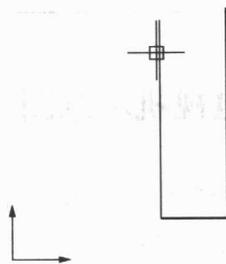

图 2-5 绘制水平线
(4) 由键盘输入 480 并按 Enter 键，绘制长度为 480 的垂直线。向左移动鼠标，输入 150 并按 Enter 键，绘制一条长度为 150 的水平线，如图 2-5 所示。